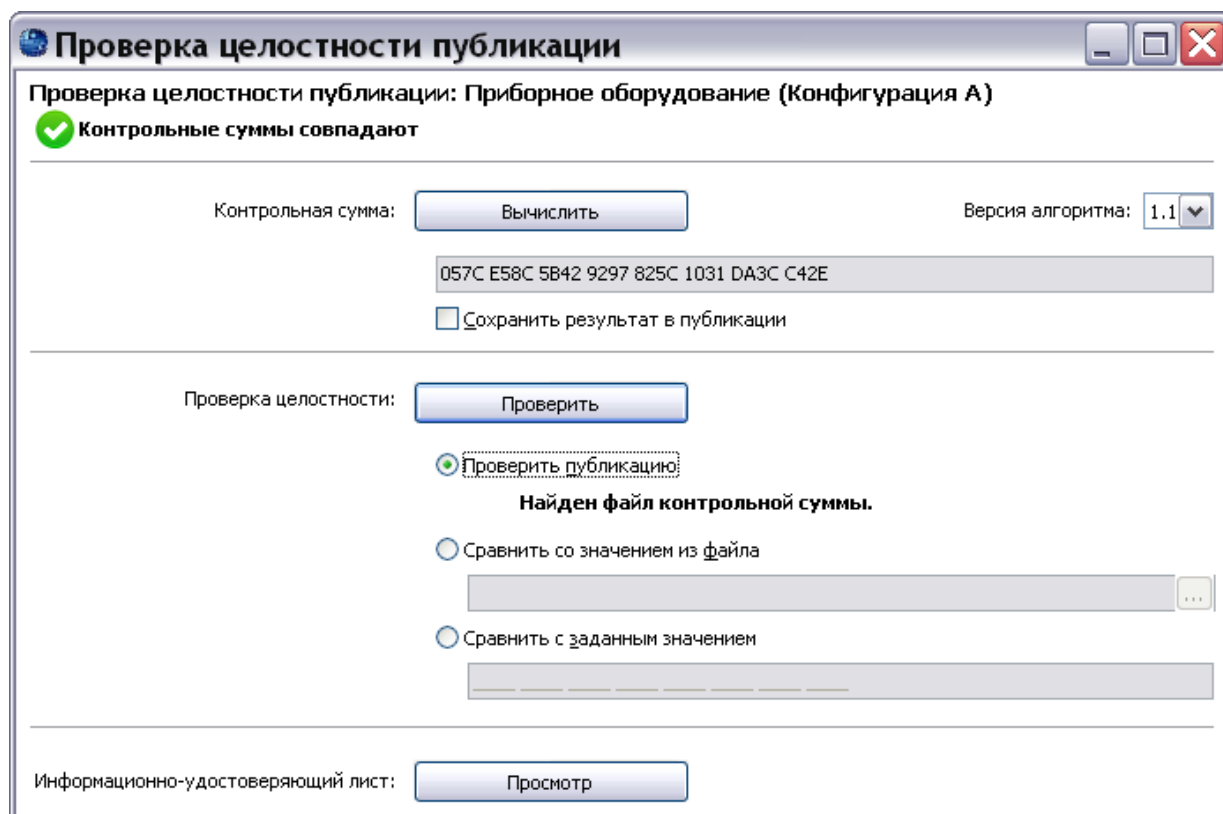
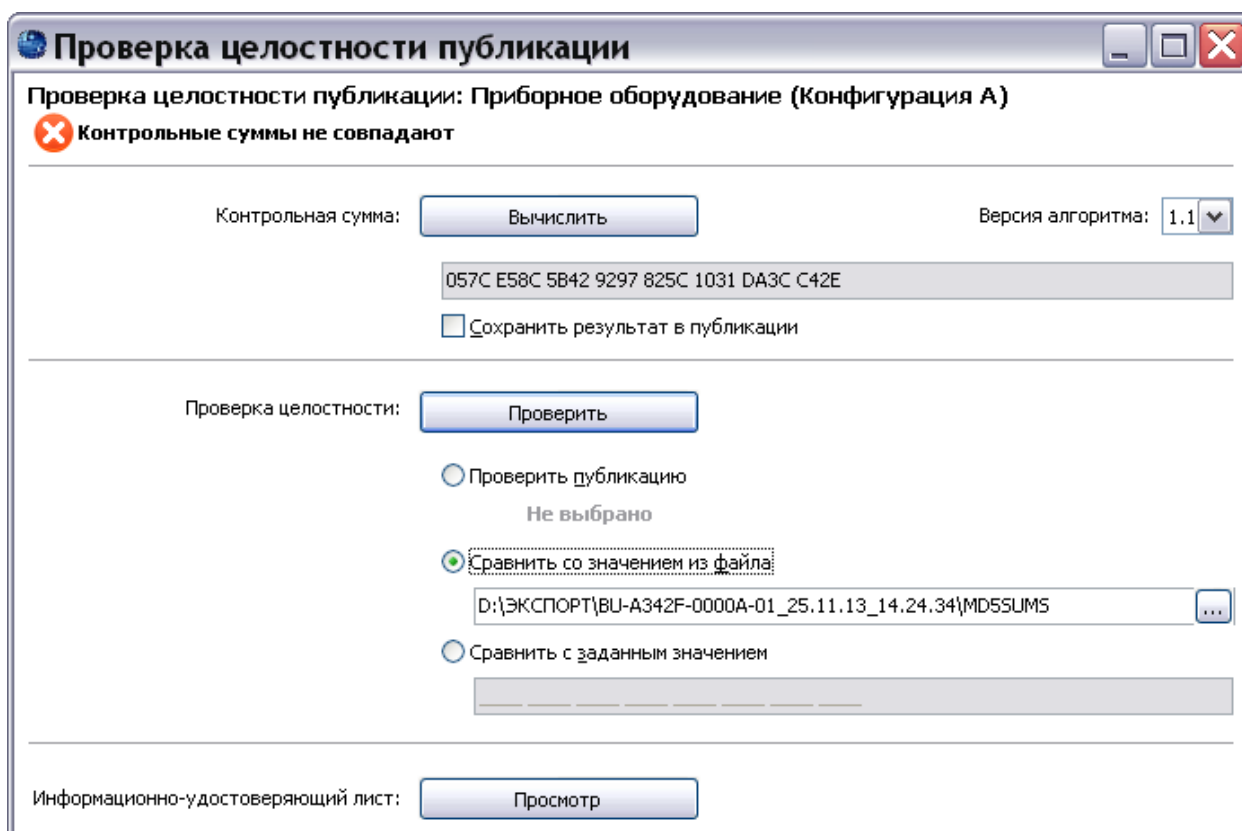

Рис. 191
Рис. 192
5. После выбора параметра нажмите на кнопку **Проверить**. После сравнения вычисленного значения контрольной суммы публикации со значением контрольной суммы, соответствующим выбранному параметру проверки, появится сообщение о результате проверки (Рис. 191, Рис. 192). Если контрольные суммы не совпадают, просматриваемая публикация не соответствует исходной публикации, экспортированной из TG Builder.